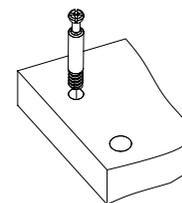
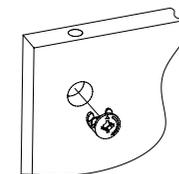

Рис.1
Рис.2
1. Подготовьте детали к сборке. Вкрутите шпильки минификсов в детали 1, 2, 4 (Рис. 1). Затем вставьте головки минификс в детали 2, 3 (Рис. 2).